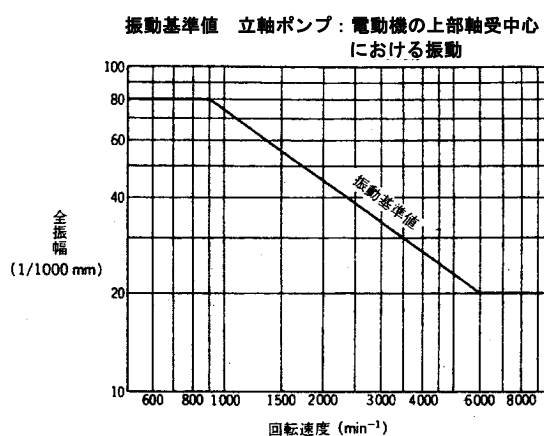

図 5
- (2) 軸封はメカニカルシールタイプのため、正常ならば、水漏れは極小で、にじむ程度です。運転開始時、少々水漏れが認められる場合でも、その状態で運転をしばらく維持させると水漏れが減ります。また、運転開始時、まれにメカニカルシール部より高周波の音が発生する場合がありますが、しばらく運転を継続するとメカニカルシールの馴染みにより、正常になります。それでも漏れが止まらない場合や音が消えない場合は、運転を停止して点検してください。
- (3) ポンプが正常で据付、配管工事が正しく施工されている場合の振動の基準値を図5に示します。振動が大きい場合は配管の無理などが原因ですので点検してください。
- (4) 機器の取付ボルト、電気配線の端子ビスにゆるみがないかどうかご確認ください。
- (5) 電動機の絶縁抵抗を1ヶ月に1回測定してください。絶縁抵抗値が5MΩ以上あれば運転に支障ありませんが、5MΩ以上あっても急に低下し始めている場合は異常と考えられますので修理が必要です。
- (6) 75～90kW の電動機軸受(ポンプ側軸受のみ)は、